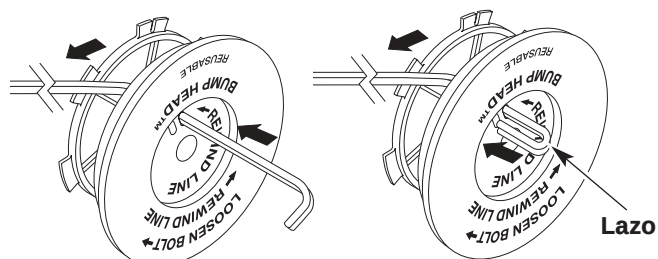

Fig. 30
8. Tome aproximadamente 3 m (10 pies) de nueva línea de corte. Inserte un extremo de la línea a través de uno de los orificios del carrete interior (Fig. 30). Pase la línea a través del carrete interior hasta que queden sólo 4 pulgadas fuera.
9. Inserte el extremo de la línea en el orificio abierto del carrete interior y tire de la línea en forma ajustada a fin de que el lazo sea lo más pequeño posible (Fig. 30).